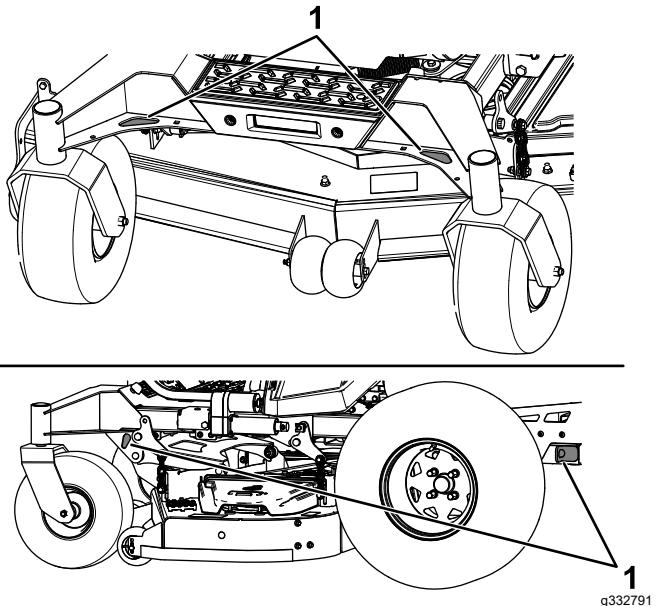

Figure 41
6. Amarre la máquina junto a las ruedas giratorias delanteras y el bastidor trasero con correas, cadenas, cables o cuerdas (Figure 41). Consulte la normativa local respecto a los requisitos de amarre.